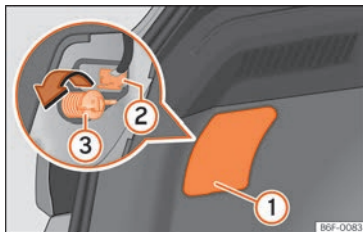

Abb. 107 Gepäckraum: Zugang zur Befestigungsschraube der Heckleuchte
- Hebeln Sie die Abdeckung an der Aussparung »» **Abb. 107** **1** mit dem flachen Teil des Schraubendrehers ab.